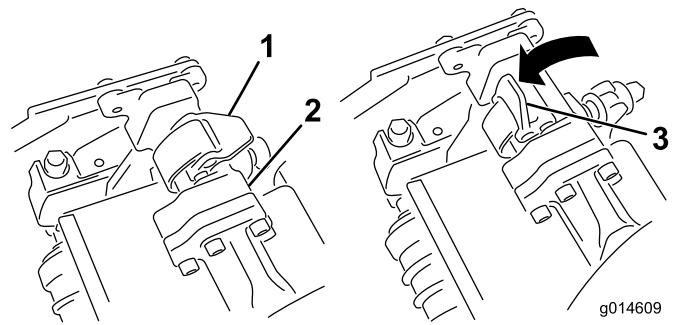

図 32
3. サスペンションアームのバーについているラッチを上向き開いた状態にして図 32、サスペンションアームを押し下げて、バーを、カッティングユニットのバーの上に被せるようにする図 33。
4. ラッチを下げて閉じるとカッティングユニットのバーがロックされてユニットがアームにセットされる図 32。
4. 取り外したいカッティングユニットのサスペンションアームのバーについているラッチを開く図 32。